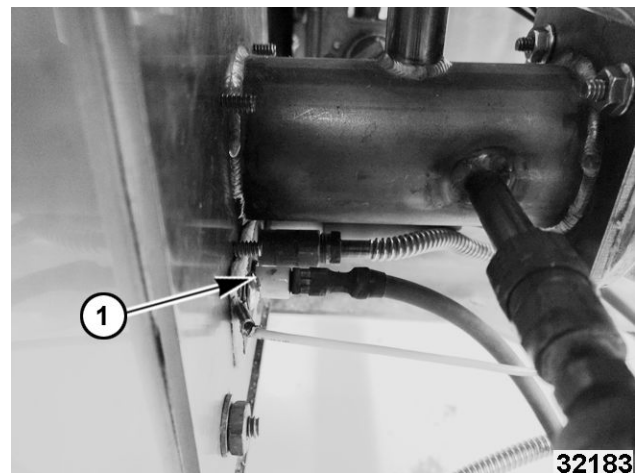

Fig. 26
**ADJUSTABLE PILOT (1, Fig. 26) BURNER SHOWN**